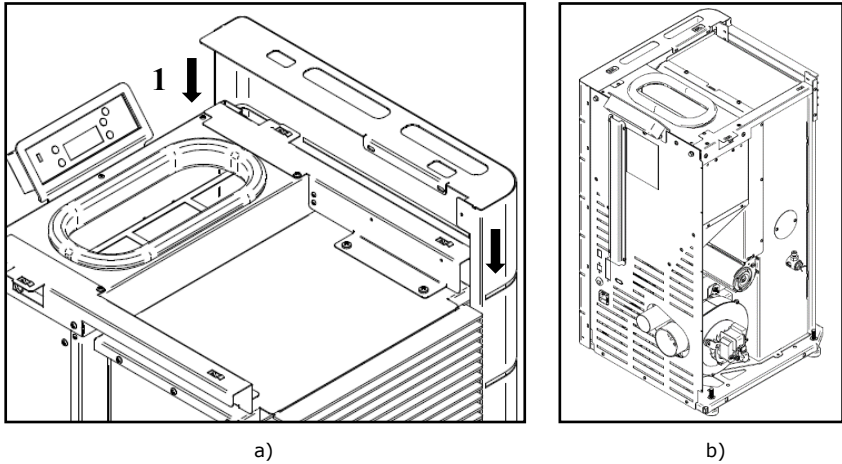

Figura 23 - Fixação laterais das envolventes
(1) fica sobreposta a estrutura e em simultâneo na parte posterior do equipamento, a envolvente deve ficar por fora deste como demonstra a Figura 23-b.